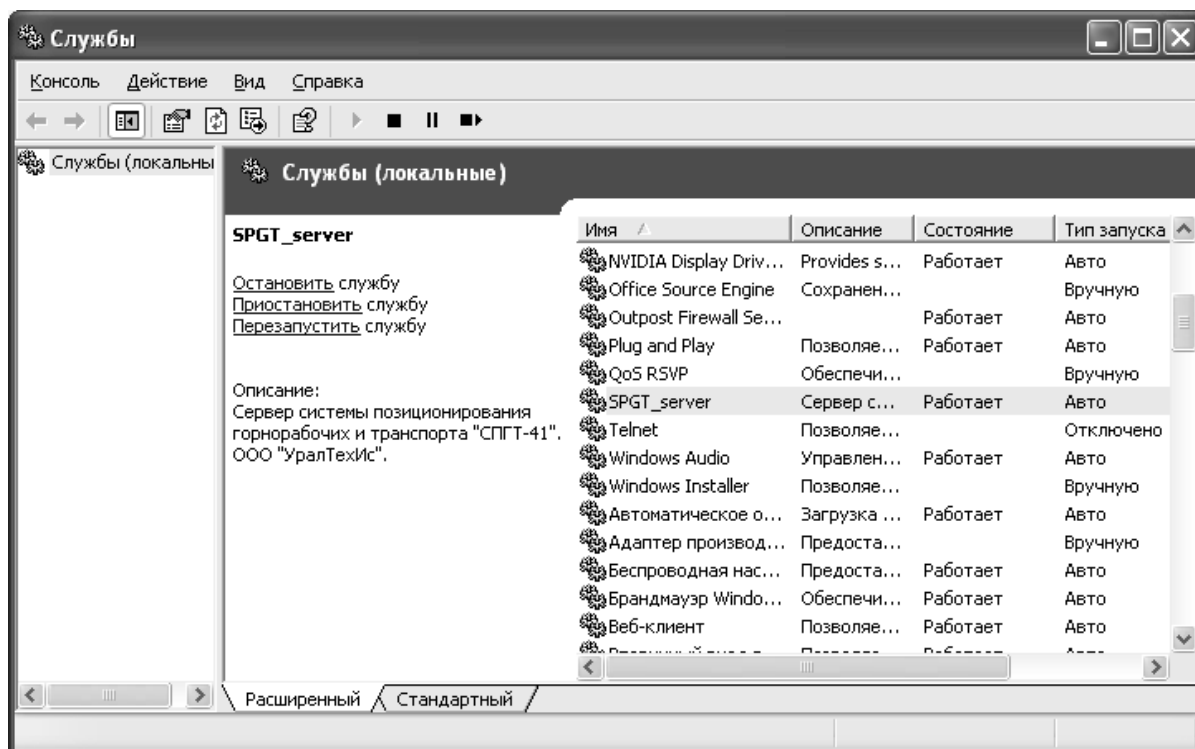
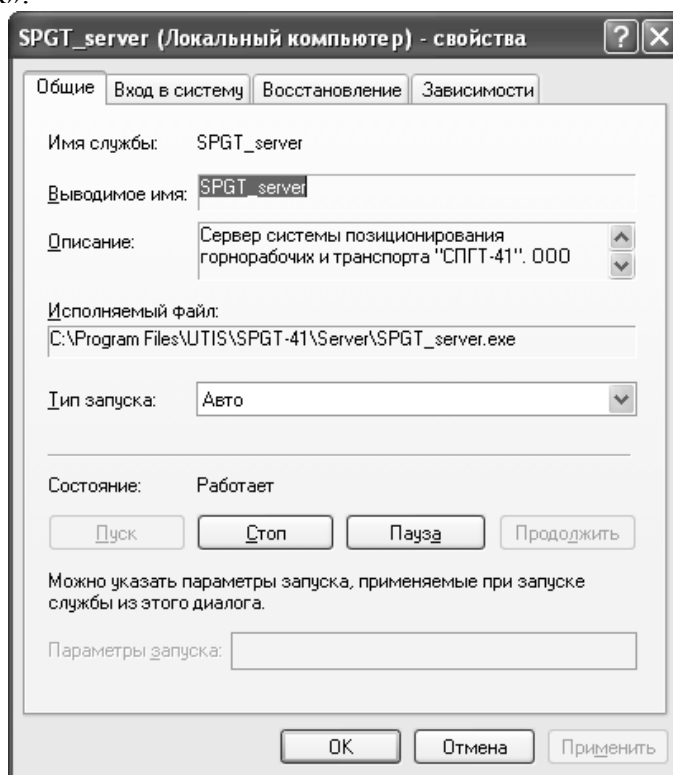

Рисунок 5 – Управление службами
Рисунок 6 – Свойства службы SPGT_server
2.2.4.2 После установки сервера системы СПГТ-41 необходимо убедиться, что соответствующая служба была зарегистрирована и запущена. Для этого необходимо запустить программу управления службами (рисунок 5) (Пуск > Панель управления > Администрирование > Службы).
В окне управления службами найти службу «SPGT_server», нажать на ней правую кнопку мыши и выбрать пункт «Свойства». В окне свойств (рисунок 6) установить тип запуска – «Авто», запустить службу нажатием кнопки «Пуск» и подтвердить изменения нажатием кнопки «Ок».
3.2.1 Перед настройкой сервера СИСТЕМЫ необходимо остановить службу «SPGT_server». Для этого необходимо запустить программу управления службами (рисунок 5) (Пуск > Панель управления > Администрирование > Службы). В окне управления службами найти службу «SPGT_server», щелкнуть по ней правой кнопкой мыши и выбрать пункт «Свойства». В окне свойств (рисунок 6) остановить службу нажатием кнопки «Стоп» и подтвердить изменения нажатием кнопки «Ок».
3.2.4 После внесения изменений в файл «SPGT_SERVER_settings.ini» необходимо запустить службу «SPGT_server». Для этого необходимо открыть окно управления службами (рисунок 5) (Пуск > Панель управления > Администрирование > Службы). В окне управления службами найти службу «SPGT_server», щелкнуть по ней правой кнопкой мыши и выбрать пункт «Свойства». В окне свойств (рисунок 6) запустить службу нажатием кнопки «Пуск» и подтвердить изменения нажатием кнопки «Ок».